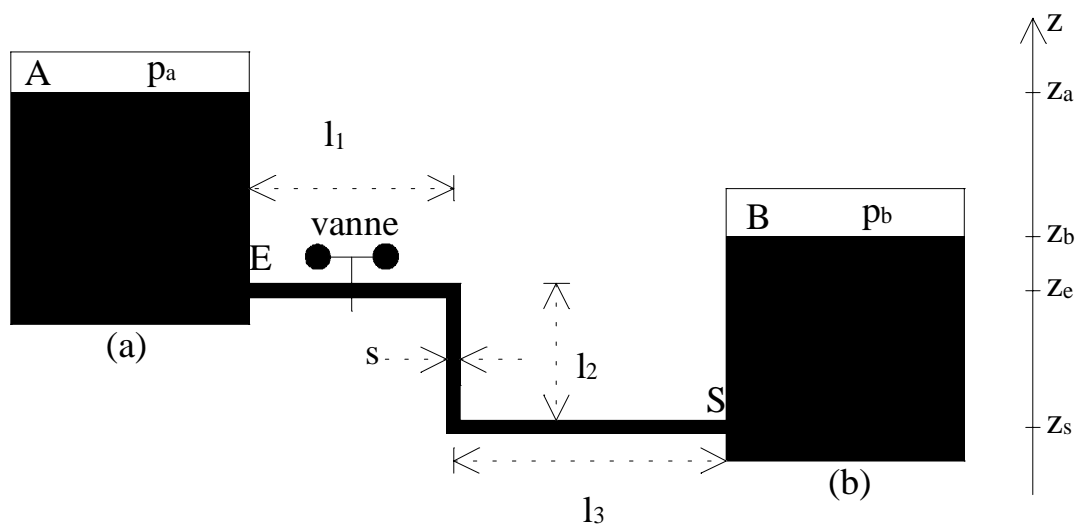

Figure I.3
3. Application : On effectue le transvasement d'un liquide depuis un récipient (a) vers un récipient (b) à travers une conduite (entre deux points E et S) présentant une vanne et deux coudes (cf. figure I.3).